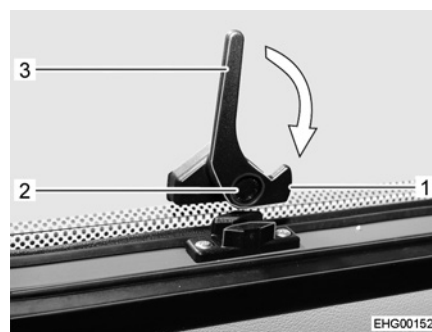

Bild 26 Låsarm, nedtill (i läget "öppet")
- Tryck på låsknappen (Bild 26,2) på låsarmen nedtill (Bild 26,3) och håll den nedtryckt.
- Sväng låsarmen nedtill (Bild 26,3) en kvarts varv mot fönsterkarmen tills låsspaken (Bild 26,1) hakar fast.